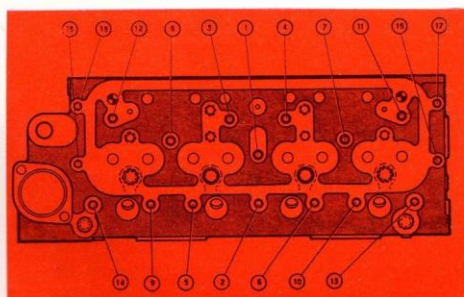

Fig. E1. — Ordre de serrage de la culasse
— Déposer les écrous de la culasse dans l'ordre inverse de celui qui est indiqué à la figure E1.
- Serrer les écrous de culasse dans l'ordre de la fig. E1 au couple de 5,5 à 5,8 m.kg.